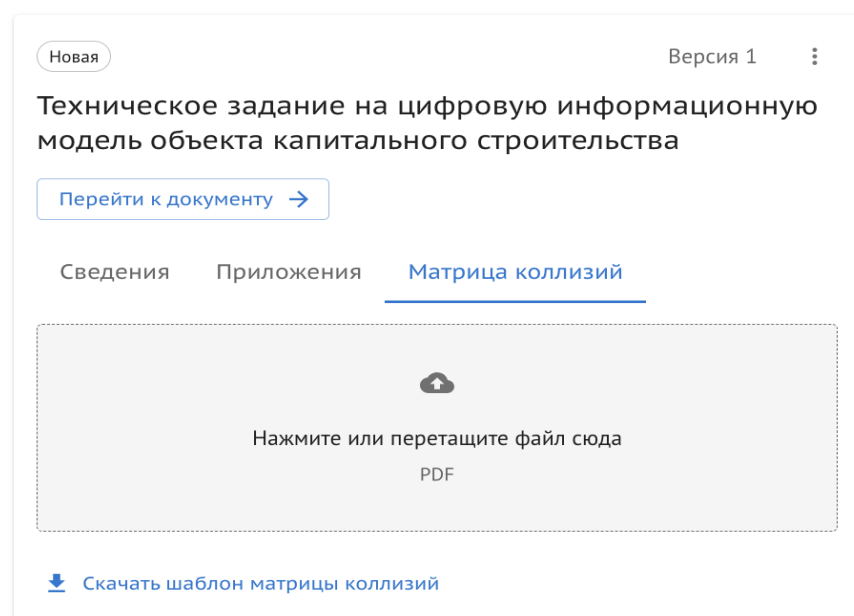

Рисунок 28. Карточка ТЗ. Матрица коллизий.
- Вкладка “Матрица коллизий”, где есть возможность скачать шаблон и добавить файл (Рисунок 28);